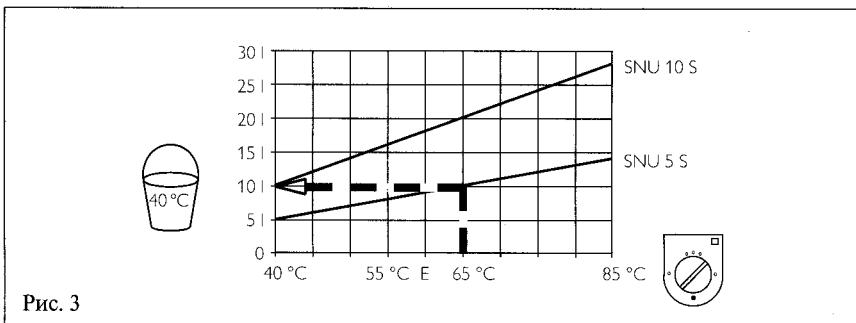

Рис. 3
С температурой Вы выбираете также достижение количества смешанной воды (рис. 3)
- большое количество смешанной воды (см. рис. 3).